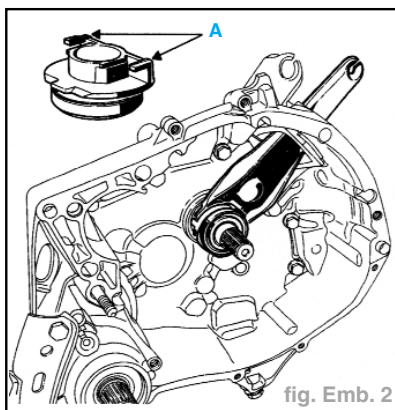

fig. Emb. 2
- Mettre la butée sur le tube-guide en plaçant les encoches (A) dans la fourchette (fig. Emb. 2).
Attention : Lors d'intervention ne nécessitant pas la dépose de la boîte de vitesses ou après mise en place de celle-ci, ne pas soulever la fourchette car elle risquerait de se dégager de l'encoche (A) de la butée (fig. Emb. 2).